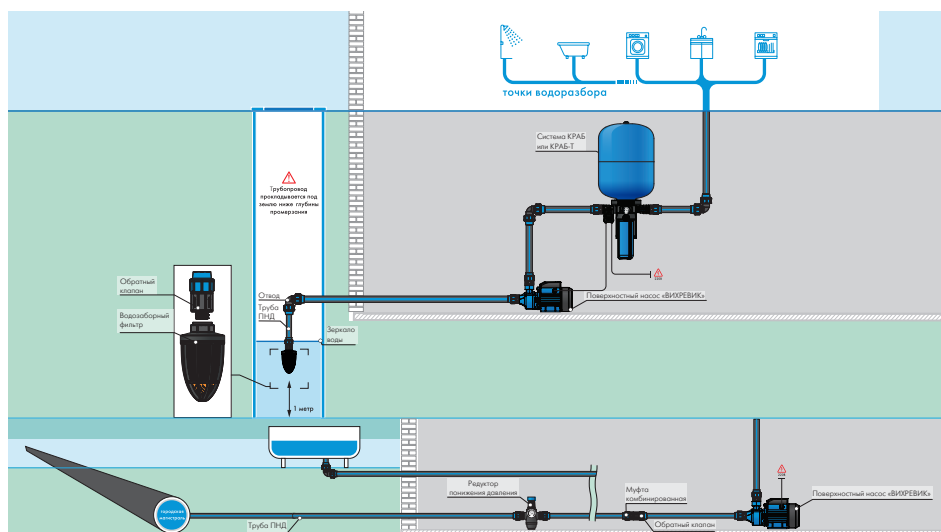

Рисунок 3
5.3. Возможные схемы подключения насоса (рисунок 3)